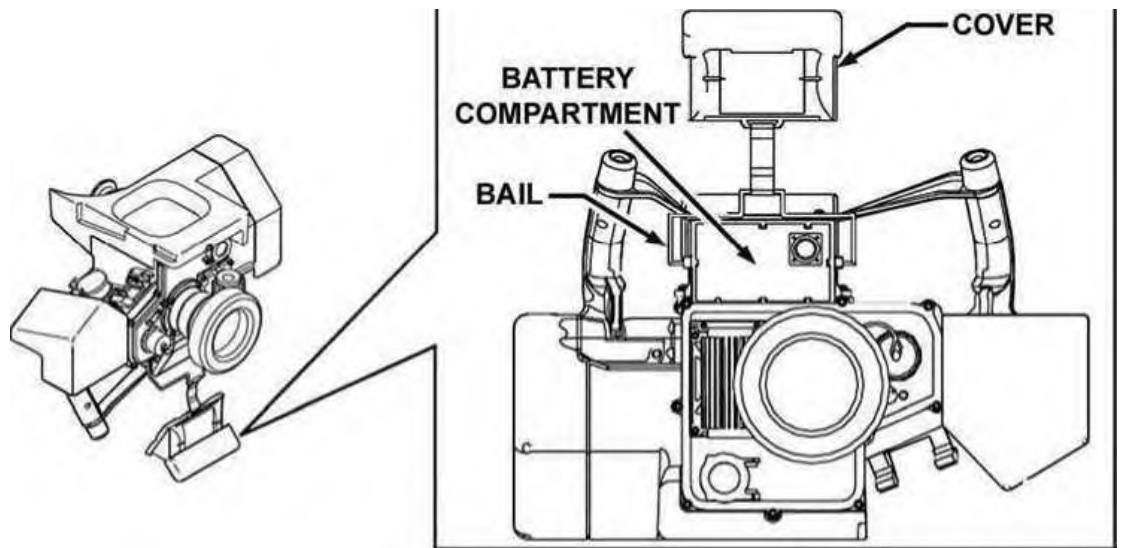

Рисунок 6.38 – Акумуляторний відсік
- 6) встановити акумулятор CLU (рисунок 6.38).